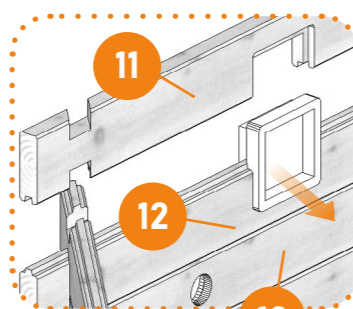

Fig. 15
- Le skimmer (fig.15) doit être emboîté entre le madrier inférieur et le madrier supérieur au moment du montage.